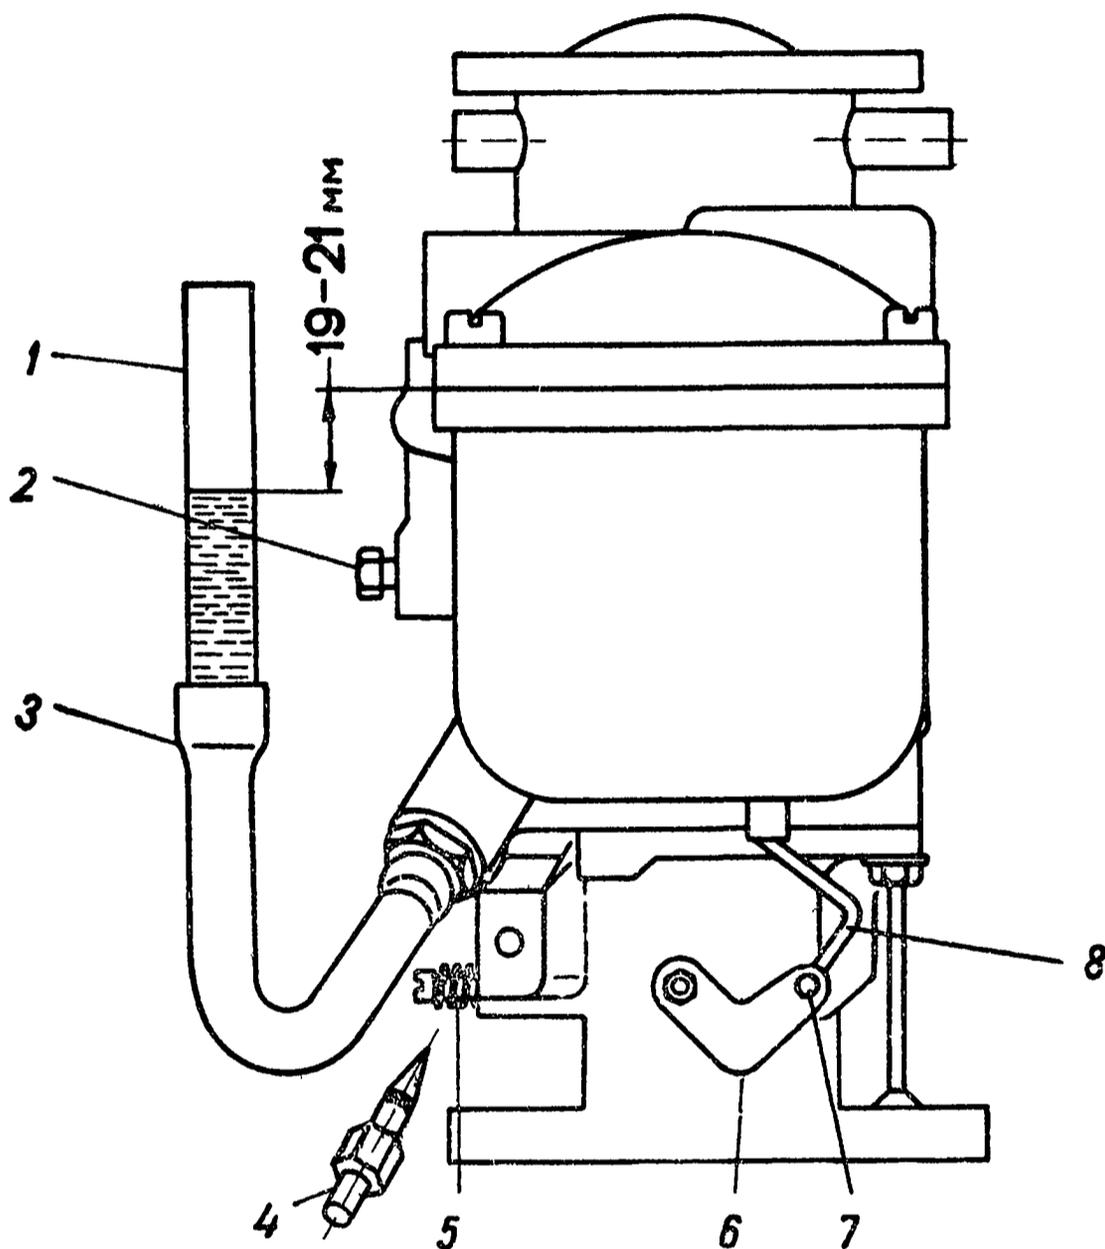

Рис. 15. Замер уровня бензина в поплавковой камере:
5. Необходимо правильно регулировать уровень бензина в поплавковой камере, который должен быть на 19—21 мм ниже плоскости разъема карбюратора. Проверка производится с помощью резиновой и стеклянной трубок. Внутренний диаметр стеклянной трубки должен быть не менее 9 мм (рис. 15). При проверке уровня следует бензин подкачивать ручным рычагом привода бензинового насоса. Проверку следует делать в тече-